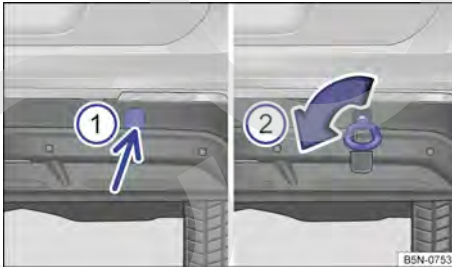

Fig. 228 En el lado derecho del paragolpes trasero: argolla de remolque enroscada.
El alojamiento de la argolla de remolque enroscable se encuentra en el lado derecho del paragolpes trasero detrás de una tapa → fig. 228 ①. Los vehículos equipados de fábrica con un dispositivo de remolque no disponen de un alojamiento para la argolla de remolque enroscable detrás de la ta-
- Presione sobre la zona inferior de la tapa → fig. 228 ① (flecha) para desenganchar esta.